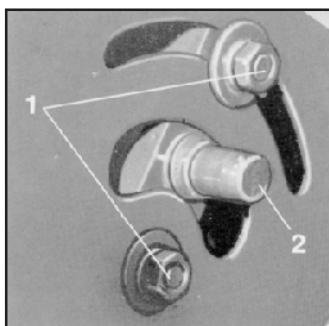

Рис. 7.1
4. Втулочно-роликовые цепи: Приводные цепи необходимо постоянно подтягивать. Первый раз подтяните цепи после 20 часов эксплуатации, затем каждые 200 часов эксплуатации. Для этого, открутите шестигранные гайки (рис. 7.1/1) и вдавите назад вал цепной звездочки (рис. 7.1/2). Для ухода за втулочно-роликовыми цепями рекомендуется при длительном эксплуатационном перерыве цепи снять, промыть в керосине, а затем опустить в подогретую консистентную смазку или масло.